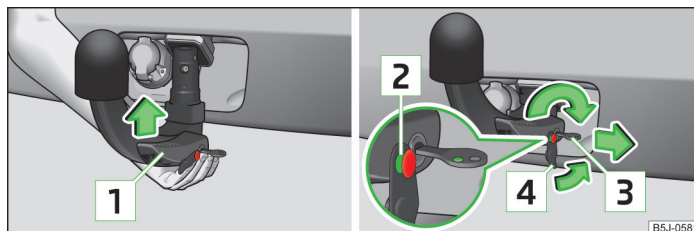

Fig. 104 Introducir la barra de cabeza esférica/bloquear el cierre y poner la tapa
- Agarrar la barra de cabeza esférica **desde abajo** » fig. 104 y encajar en la cavidad del alojamiento hasta que encastre de forma audible » **!**.
La palanca **1** » fig. 104 se gira **automáticamente** hacia arriba y el perno de desbloqueo **2** sale hacia afuera (su parte roja y verde es visible) » **!**.
- Colocar la tapa **4** » fig. 104 en el cierre en el sentido de la flecha » **!**.